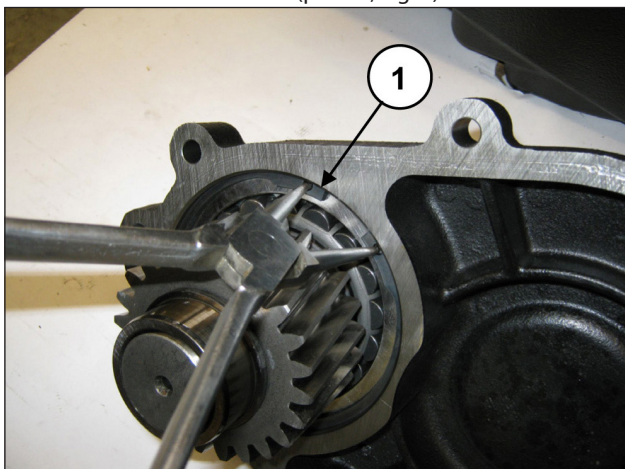

Fig. 7
É possível realizar a desmontagem completa da cobertura do redutor do pinhão, procedendo conforme a seguir: Remova o anel elástico Ø120 (pos. ①, Fig. 7).